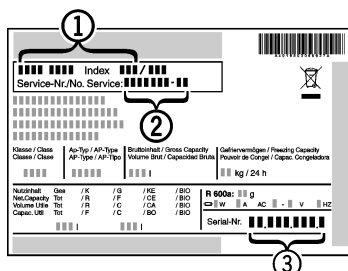

Fig. 16
- ▶ Gerätebezeichnung *Fig. 16 (1)*, Service-Nr. *Fig. 16 (2)* und Serial-Nr. *Fig. 16 (3)* vom Typenschild ablesen. Das Typenschild befindet sich an der linken Geräteinnenseite.
- ▶ Den Kundendienst benachrichtigen und den Fehler, Gerätebezeichnung *Fig. 16 (1)*, Service-Nr. *Fig. 16 (2)* und Serial-Nr. *Fig. 16 (3)* mitteilen.